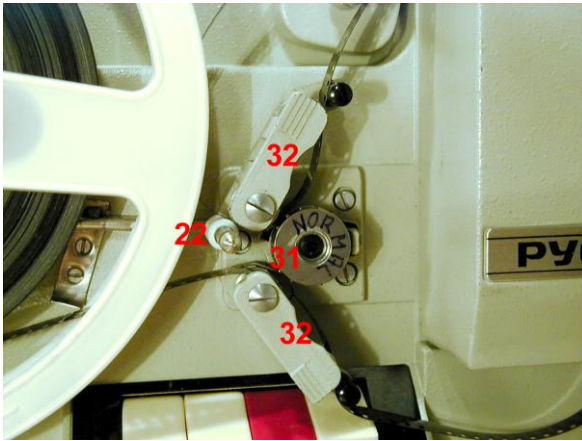

Bild 3: Filmführung an Transportrolle, offen
Beide Filmführhebel an der Transportrolle des Projektors aufklappen (Bild 3) und das Transportrad (31) kontrollieren und ggf. wechseln: Rad nach vorn von der Welle ziehen, das andere aufdrücken, es rastet mit Federn ein. Die Räder sind stirnseitig beschriftet, zusätzlich trägt das Normal-8-Rad auf dem Umfang den Buchstaben »N«, das Super-8-Rad das »S«.